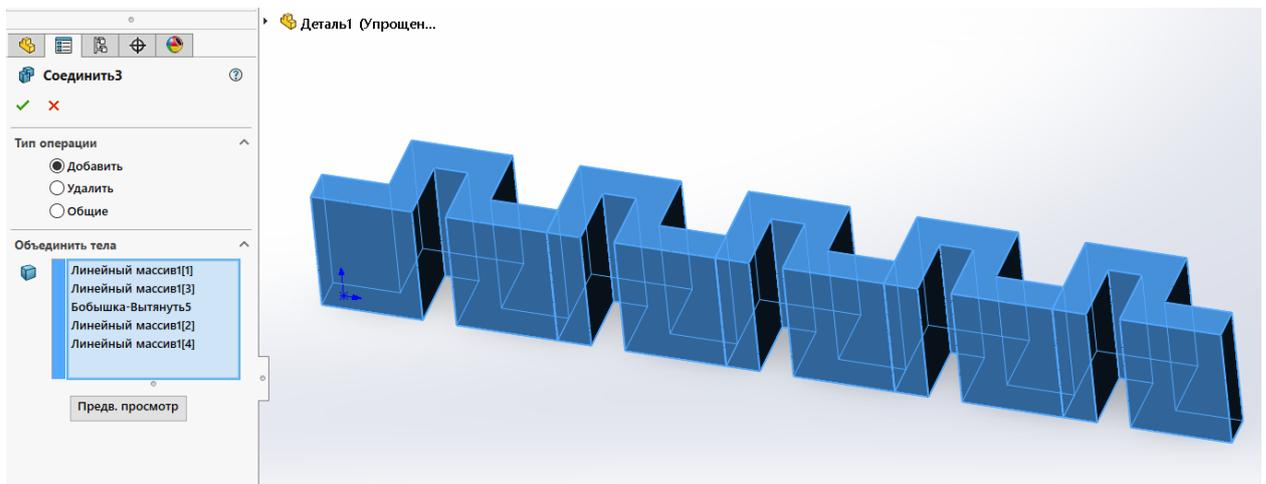

Рисунок 26 – Объединение упругого подвеса
7. Упрощение спроектированного тела, так как были построены лишние рёбра. Для этого необходимо выбрать: «Вставка → Элементы → Скомбинировать тела» (рисунок 26).